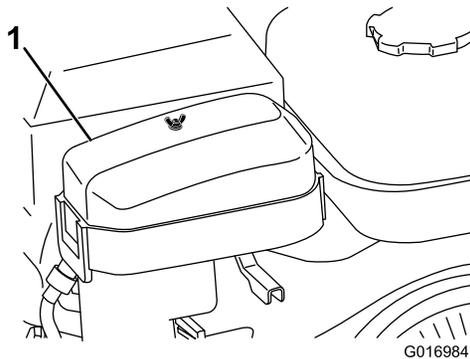

Figure 25
- Enlevez l'écrou à oreilles qui fixe le couvercle du filtre à air et déposez le couvercle (Figure 25).